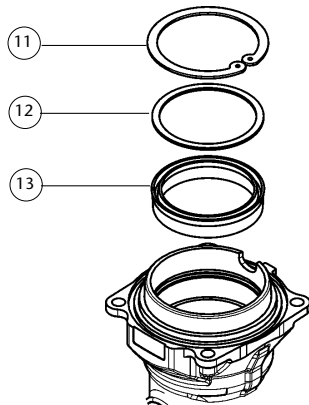

Рис. 10
5. Снять поршень (10), затем стопорное кольцо (11), шайбу (12) и уплотнение (13) (рис. 10). Проверить поршень на наличие царапин и заменить поврежденные детали.
1. Выполнять процедуру, описанную для пневмодвигателя, пока пневматический поршень (10) не выйдет из корпуса двигателя.
2. Снять стопорное кольцо (22) и комплект уплотнений (21) (рис. 10) с корпуса пневмодвигателя. Заменить в случае повреждения.